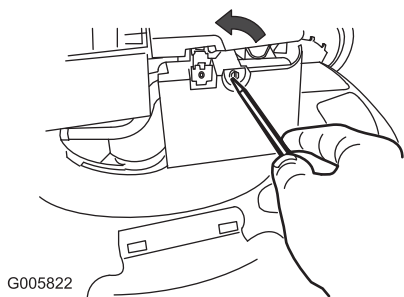

Figure 23
1. Ouvrez le couvercle du filtre à air avec un tournevis (Figure 23)